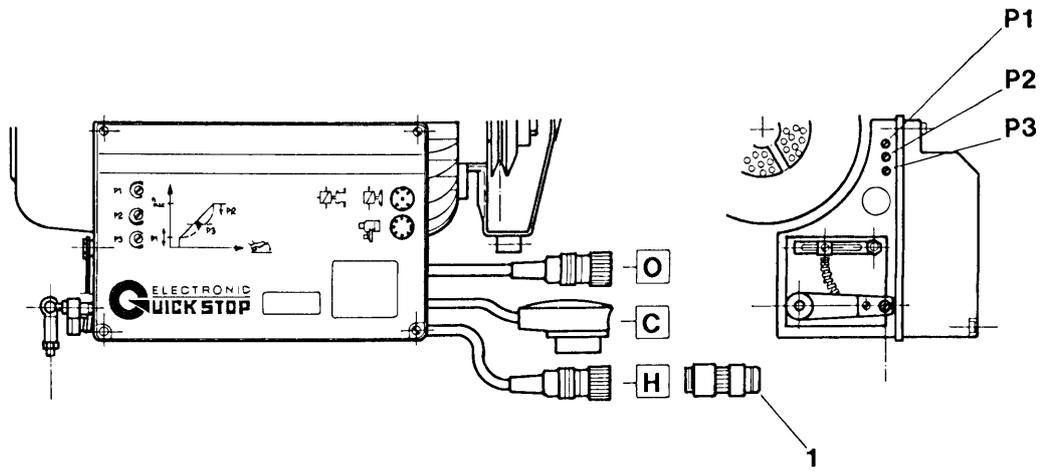

FIG. 7
- mettere in moto la macchina a velocità di posizionamento (circa 150 giri/min), regolando, se necessario, tale velocità tramite il potenziometro P1 (fig. 7).
MOTORE QUICK-STOP TIPO NDK 880 M/12 18.045.021 (FIG.7)
- PRESA C (FIG.7)
- PRESA H (FIG.7)
- con spinotto rif.1-fig.7 inserito - piedino alto in automatico all'arresto macchina
- senza spinotto rif.1-fig.7 inserito - piedino alto mediante colpo indietro sulla pedalina
- PRESA O (FIG.7)